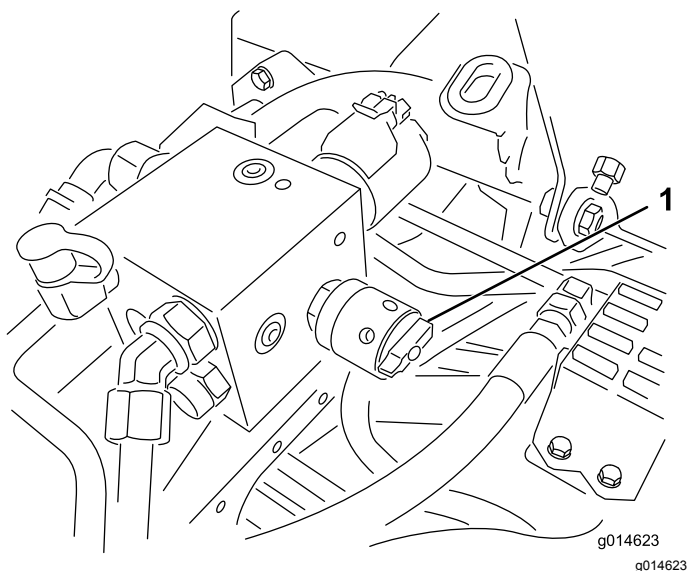

図 52
4. リールの速度を設定するには、リール速度コントロールのノブ 図 52 を回して、ノブの矢印を、ステップ 3 で決めた数値に合わせる。
6. リール速度コントロールを 1 にセットする 図 52。